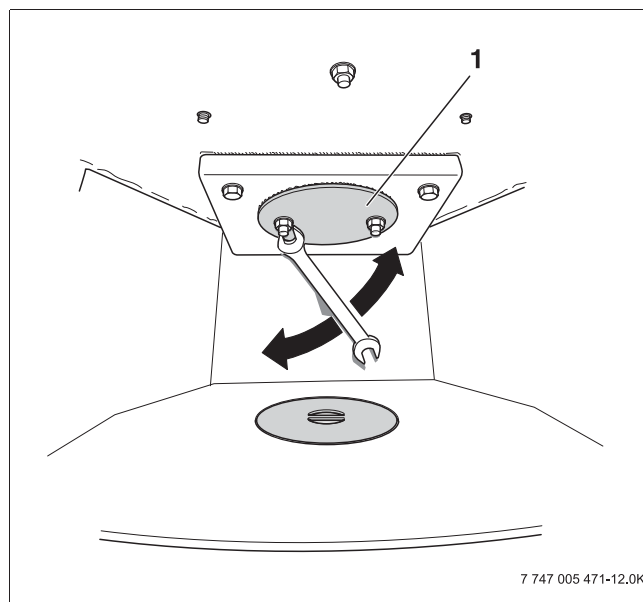

Рис. 14 Демонтаж крышки (вид при открытой дверце отсека для дров)
- ▶ Смонтируйте патрубок воздуха для горения внизу (→ рис. 14).